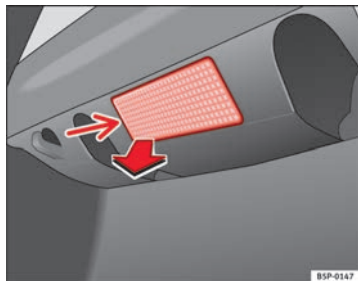

Fig. 174 Luz maletero
- Extraiga la tulipa haciendo presión sobre el borde de la parte interior de la misma -flecha- con ayuda de un destornillador por su parte plana ⇒ fig. 174.